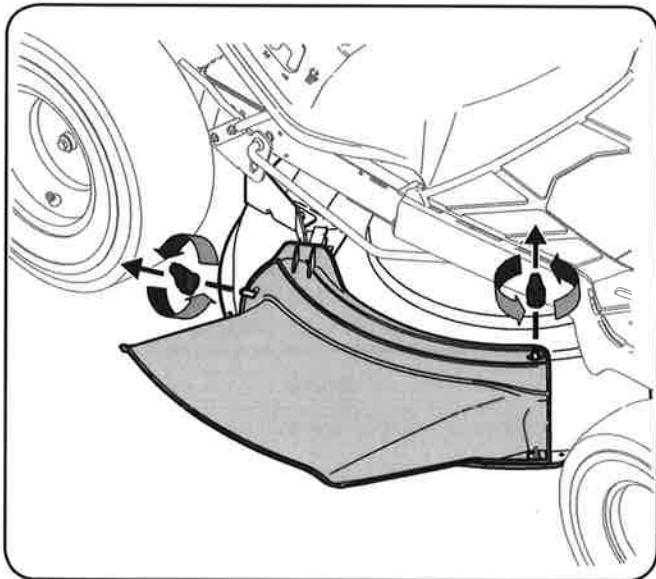

Figura 1
Antes de comenzar la instalación, retire todas las piezas de la caja para asegurarse de que esté todo. El contenido de la caja se enumera más abajo y se muestra en la Figura 1. Los números de piezas se muestran entre paréntesis.
2. Levante el canal de descarga hacia arriba. Vea la Figura 1.